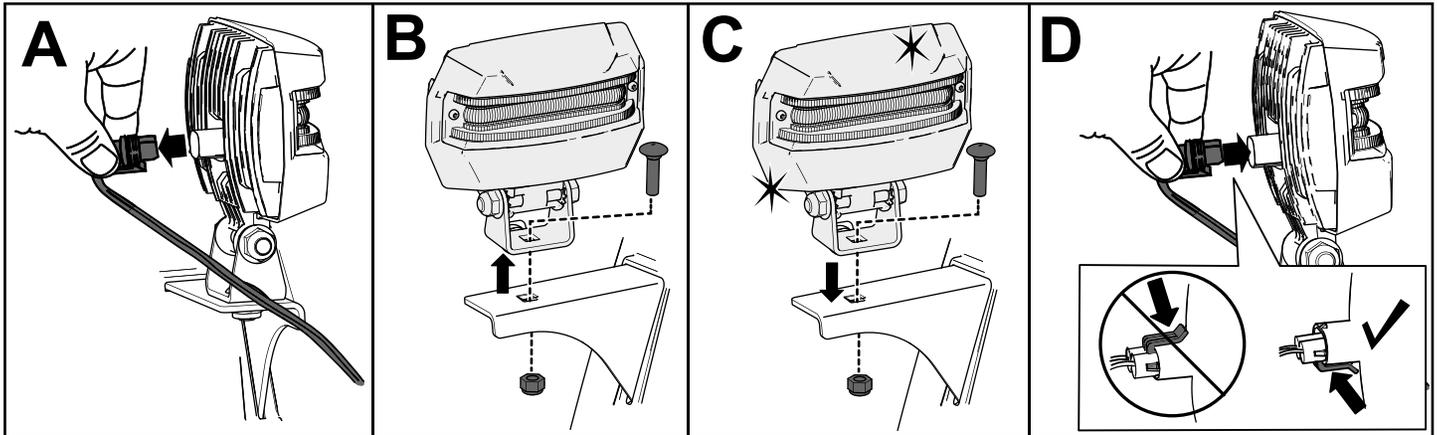

Bild 40
1. Entfernen Sie das Scheinwerferkabel von der Rückseite des Scheinwerfers (A in Bild 40).
2. Entfernen Sie die Schraube und Mutter, mit denen der Scheinwerfer an der Scheinwerferhalterung befestigt ist, und nehmen Sie dann den alten Scheinwerfer ab (B in Bild 40).
3. Befestigen Sie den neuen Scheinwerfer mit der vorher entfernten Mutter und Schraube an der Scheinwerferhalterung (C in Bild 40).
4. Stecken Sie das Scheinwerferkabel gerade in die Rückseite des Scheinwerfers ein, bis es festsitzt (D in Bild 40).